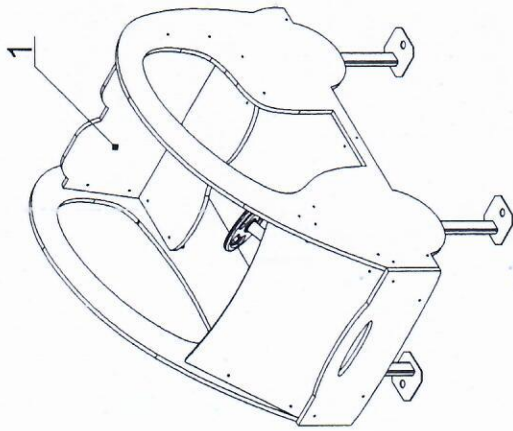

Рисунок 1 - Общий вид изделия
- 4.1 Составные части изделия (см. рисунок 1, с.12):
- Установить изделие (см. рисунок 1), заглубив его на 200 мм в грунт (до колес).